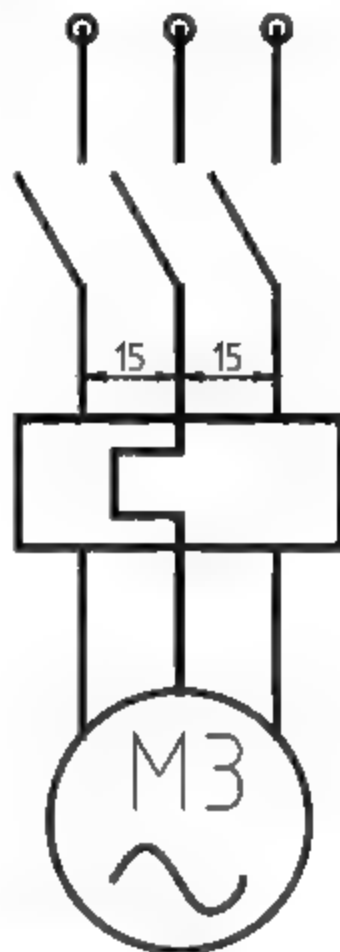

图6-109 复制图形
(11) 调用CO【复制】命令，将相应的图形进行复制操作，如图6-109所示。